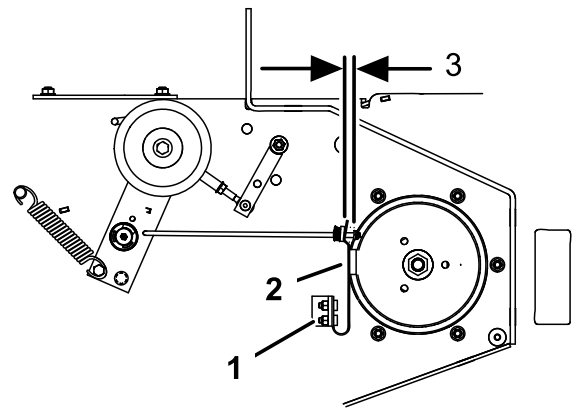

Figura 59
3. Si es necesario, ajuste los pernos de montaje del muelle hasta que la pastilla de freno de la cuchilla roce contra ambos lados de la ranura de la polea (Figura 59).
4. Ajuste la tuerca del extremo de la varilla de freno de la cuchilla hasta que quede un espacio de 3–5 mm (1/8–3/16 pulg.) entre la tuerca y el espaciador (Figura 59).